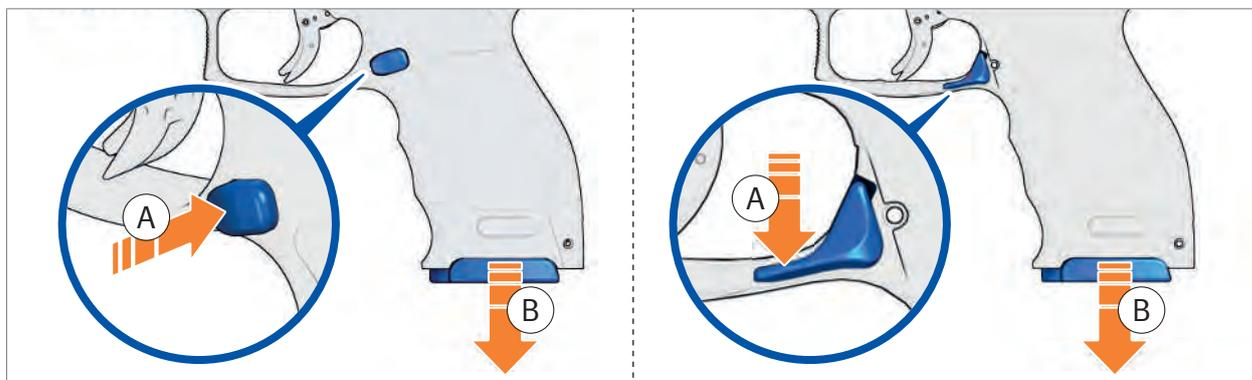

Abb. 54: Magazin entnehmen
2. Magazinhalter drücken (Abb. 54).
3. Magazin entnehmen (Abb. 54).